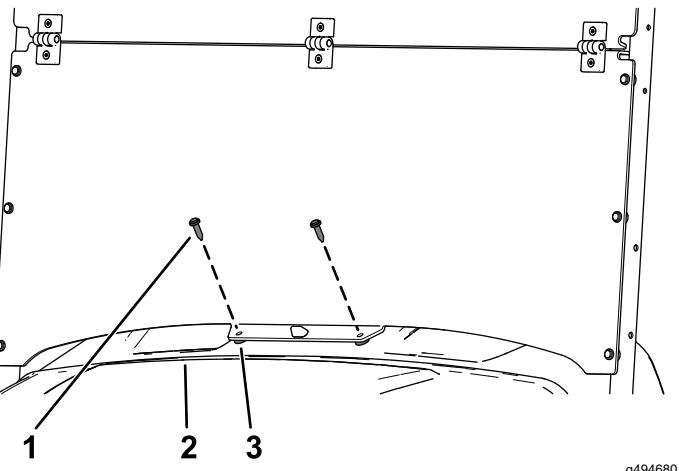

図10
6. ウィンドシールドの下部をダッシュに固定するプラスチック製スペーサ2個と長いプラスチック製リベット2本を使用する図10。